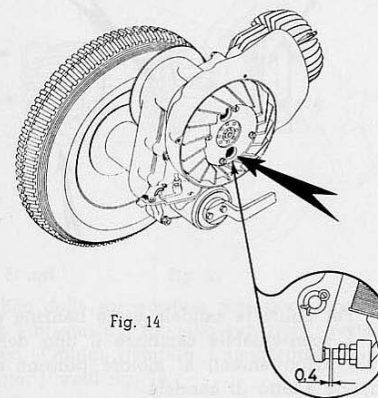

Fig. 14
6.) Verificare la regolazione e pulire le puntine platiniate del rottore del volano magnete e gli elettrodi della candela. La luce sia per gli elettrodi della candela che per le puntine del rottore deve essere di mm. 0,4. Per regolare la luce sulla candela usare tela finissima od apposite limette (vedi fig. 14).